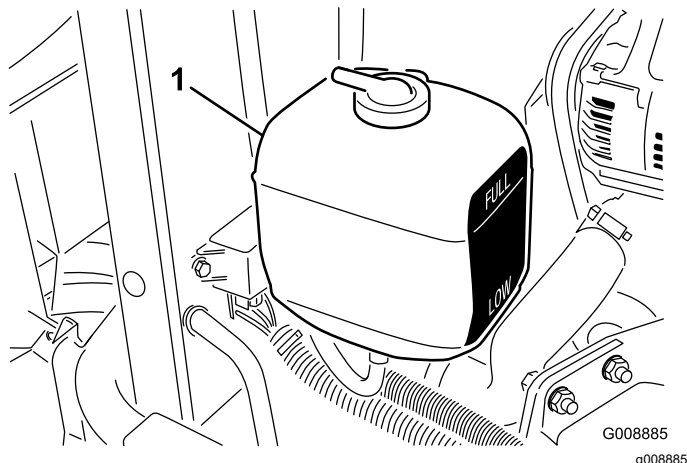

図 57
2. 補助タンクの冷却水量を点検する(図 57)。エンジンが冷えた状態で、タンク側面についている本の線の間であれば適切である。